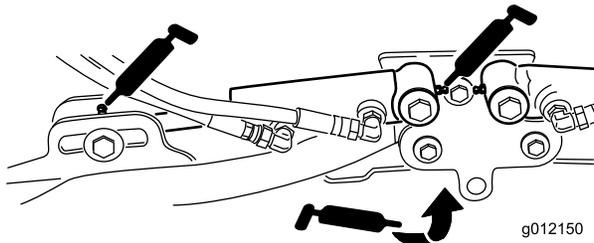

Рисунок 47
- Цилиндры подъемных рычагов режущего блока (по 2 шт.) (Рисунок 47).
- Оси поворота подъемного рычага (по 1 шт.) (Рисунок 47)